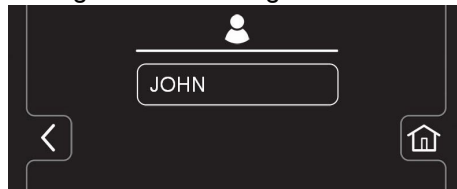

ABB. 147
7. Das neue Benutzerprofil ist jetzt, wie abgebildet, in der Bedienerprofilliste gespeichert (Abbildung 147). Sie können mehrere Bediener- und Vorgesetzten- Profile hinzufügen. Drücken Sie den Rückwärtspfeil, um zum vorherigen Bildschirm zurückzukehren und weitere Benutzerprofile hinzuzufügen oder das Login zu aktivieren.